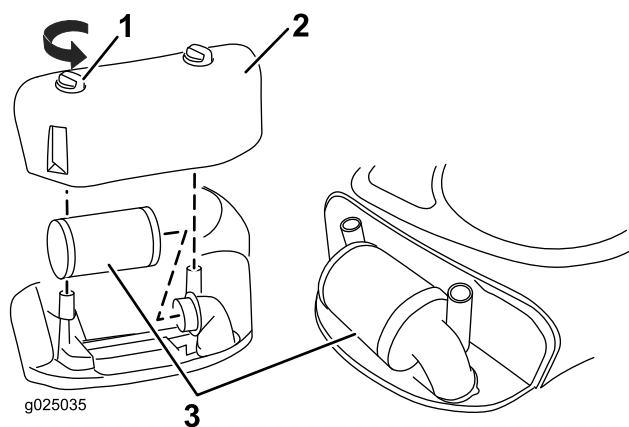

Figura 21
2. Girate le manopole in posizione di sblocco (Figura 21).
4. Sollevate l'estremità del filtro per rimuoverlo (Figura 21).
2. Montate il coperchio del filtro dell'aria e le manopole (Figura 21).